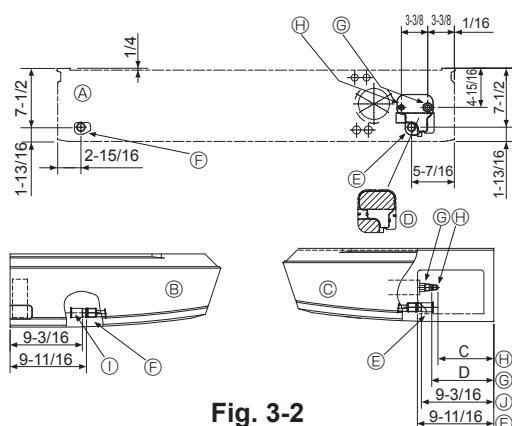

Fig. 3-3
- ① Sortie de la face avant
- ② Sortie du côté gauche
- ③ Sortie du côté droit
- ④ Pièce indépendante (peut être enlevé)
- ⑤ Tuyau d'évacuation droit
- ⑥ Tuyau d'évacuation gauche
- ⑦ Tuyau à gaz
- ⑧ Tuyau à liquide
- ⑨ Bouchon en caoutchouc
- ⑩ avec douille ⑤
3.2.3. Sélection des boulons de suspension et des emplacements des tuyaux (Fig. 3-3)